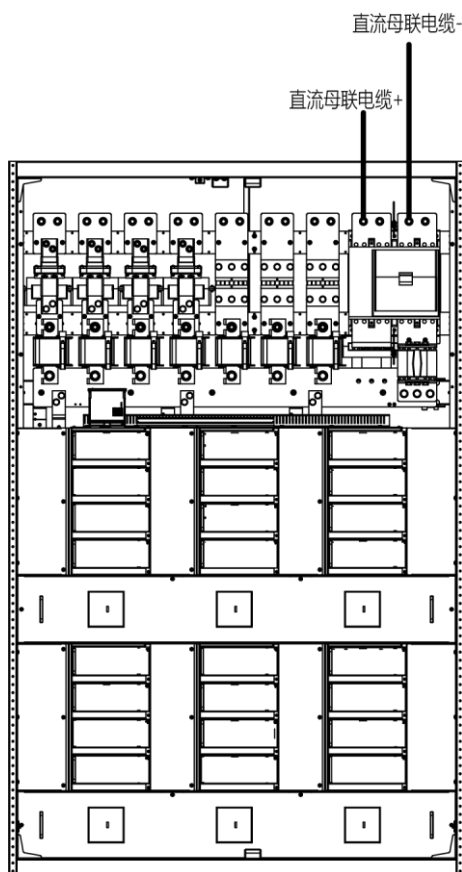

图1-17 直流母联电缆连接示意图
2. 先将直流母联电缆一端接到整流输出柜主柜的母联开关的正、负极接线铜排上，另一端作好铜鼻子正、负极熔芯上，注意核对正负极电缆的极性。具体接线如图 1-17 所示。